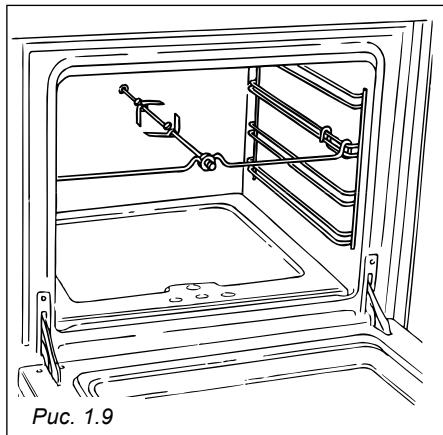

Рис. 1.9
- Поместите вертел на опорную рамку и вставьте конец вертала в отверстие привода (Рис.1.9); затем удалите теплозащитную ручку, повернув ее влево.